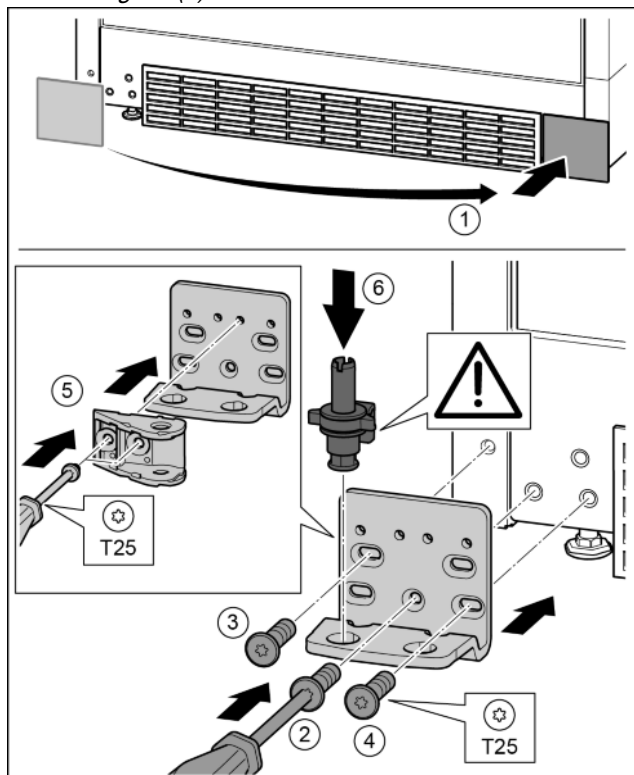

Fig. 28
- ▶ Zdjąć osłonę i założyć z drugiej strony. *Fig. 28 (1)*
- ▶ Płytkę zawiasu założyć z drugiej strony i przykręcić przy pomocy śrubokręta T25. Rozpocząć śruby 2 dolnej umieszczonej na środku. *Fig. 28 (2)*
- ▶ Dokręcić śrubę 3 i 4. *Fig. 28 (3, 4)*
- ▶ Mocowanie drzwi obrócić o 180°. Przykręcić z drugiej strony płytki zawiasu przy pomocy śrubokręta T25. *Fig. 28 (5)*
- ▶ Założyć całą sworzeń płytki zawiasu. Przy tym zwrócić uwagę, by krzywka zatrzaskowa wskazywała do tyłu. *Fig. 28 (6)*